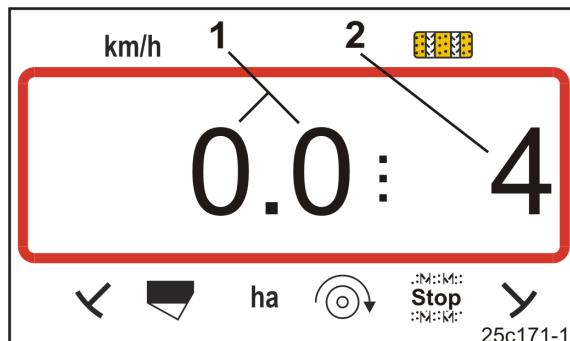

Рис. 32
Первая цифра (Рис. 32/1) отображает скорость движения (0 км/ч).
Вторая цифра (Рис. 32/2) отображает счетчик технологических колей (4)